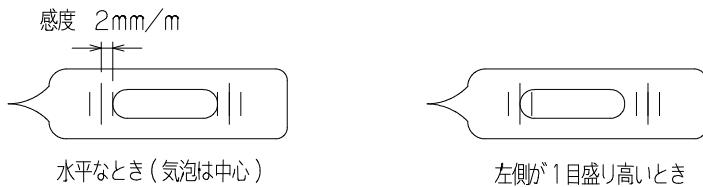

図4. 主気泡管による高さの求め方
- ①図4のように、この傾斜測定水準器は、1目盛気泡を移動させるのに